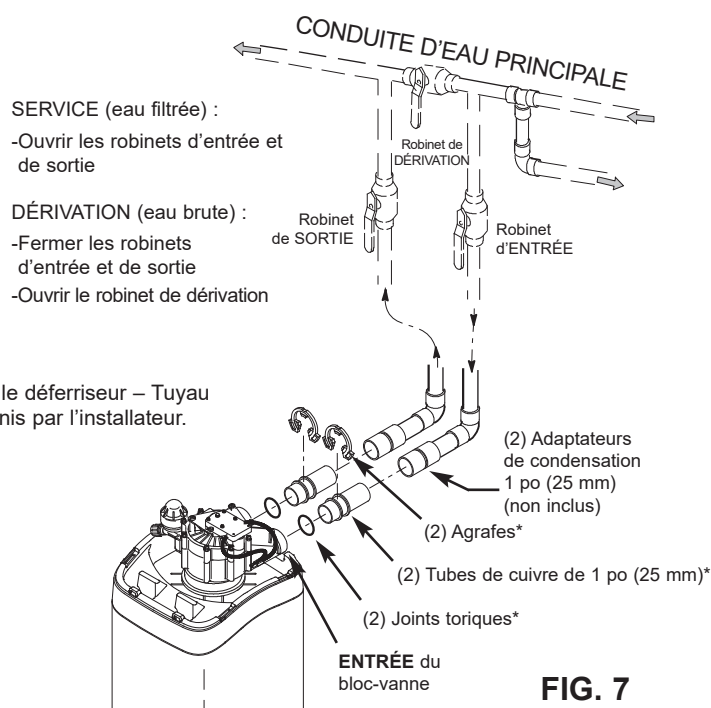

FIG. 7
- Dérivation à trois robinets : Placez les joints toriques lubrifiés, puis insérez les tubes cuivre/adaptateurs plastique dans les orifices d'entrée et de sortie correspondants du bloc-vanne (cf. Figures 7 et 9).
Une conduite d'eau froide en métal sert souvent à la mise à la terre du système électrique de l'habitation. L'installation de la dérivation à trois robinets, illustrée à la Figure 7, maintiendra la continuité de mise à la terre. Mais la continuité sera rompue si vous installez une dérivation en plastique. Pour rétablir la continuité, procédez comme suit :
- Mettez le ou les dispositifs de dérivation à la position de dérivation. Vanne simple de dérivation : Rentrez la tige de la vanne (DÉRIVATION), cf. Fig. 8, page 6). Système à 3 robinets : Fermez les robinets d'entrée et de sortie, puis ouvrez le robinet de dérivation (cf. Fig. 7, page 6).